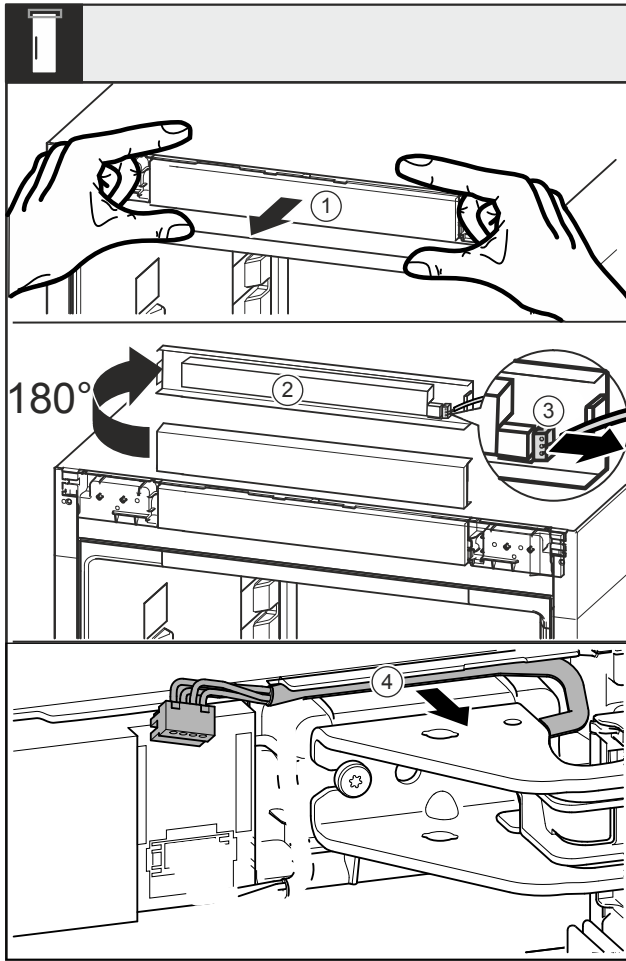

Fig. 17
- Blende Fig. 17 (1) nach vorne lösen.
- Blende Fig. 17 (2) nach oben um 180° drehen.
- Rastnase am Stecker Fig. 17 (3) nach hinten drücken und den Stecker vorsichtig herausziehen.
- Kabel Fig. 17 (4) über Lagerbock aus der Führung lösen.